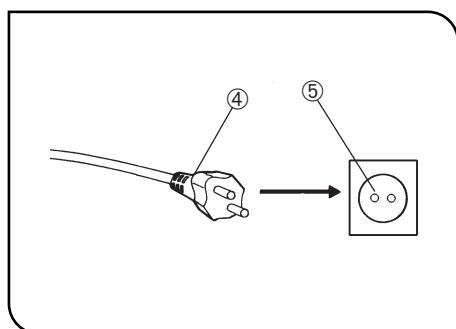

Fig. 6
2. Brancher le cordon d'alimentation ④ dans la prise secteur ⑤ (Fig. 6).